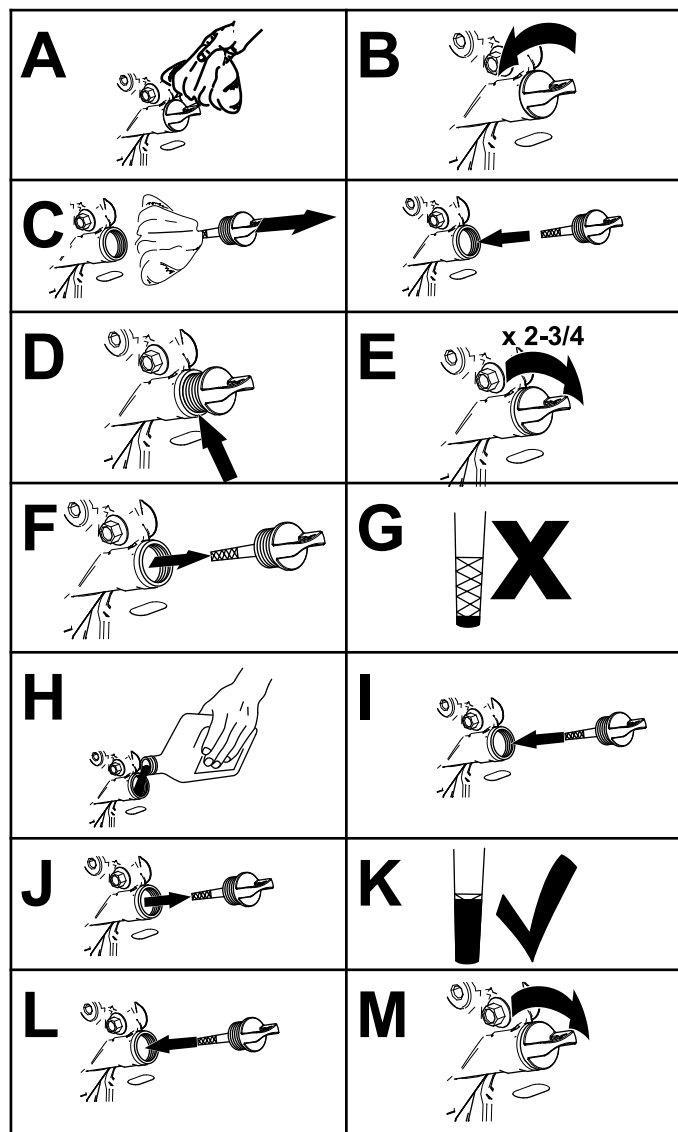

Figura 35
4. Controllate il livello dell'olio motore come illustrato nella Figura 35.